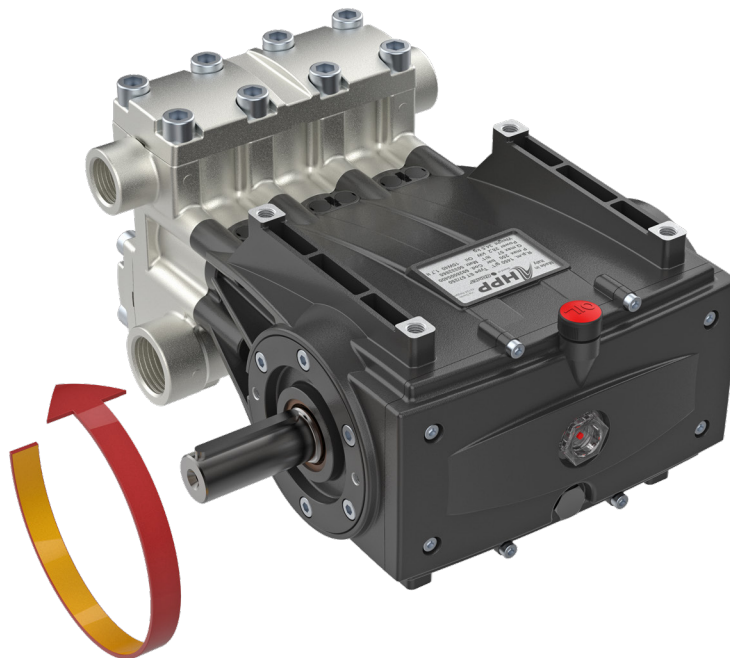

Рис. 6
- Соблюдайте правильное направление вращения, как указано на рисунке (Рис. 6):